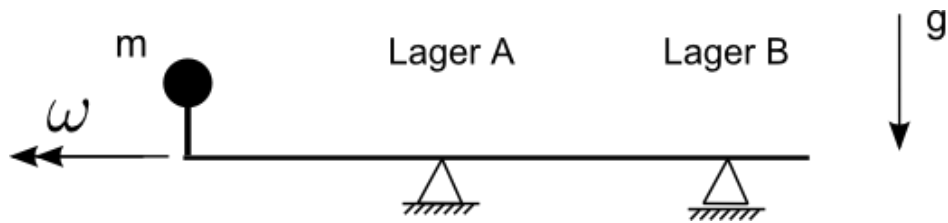

Abbildung 4.2
c) Die nominelle Lebensdauer L_{10h} des Lagers B (**Abb. 4.2**) soll 40.000 Stunden betragen. Welche rein radial wirkende Last darf hierzu maximal wirken?